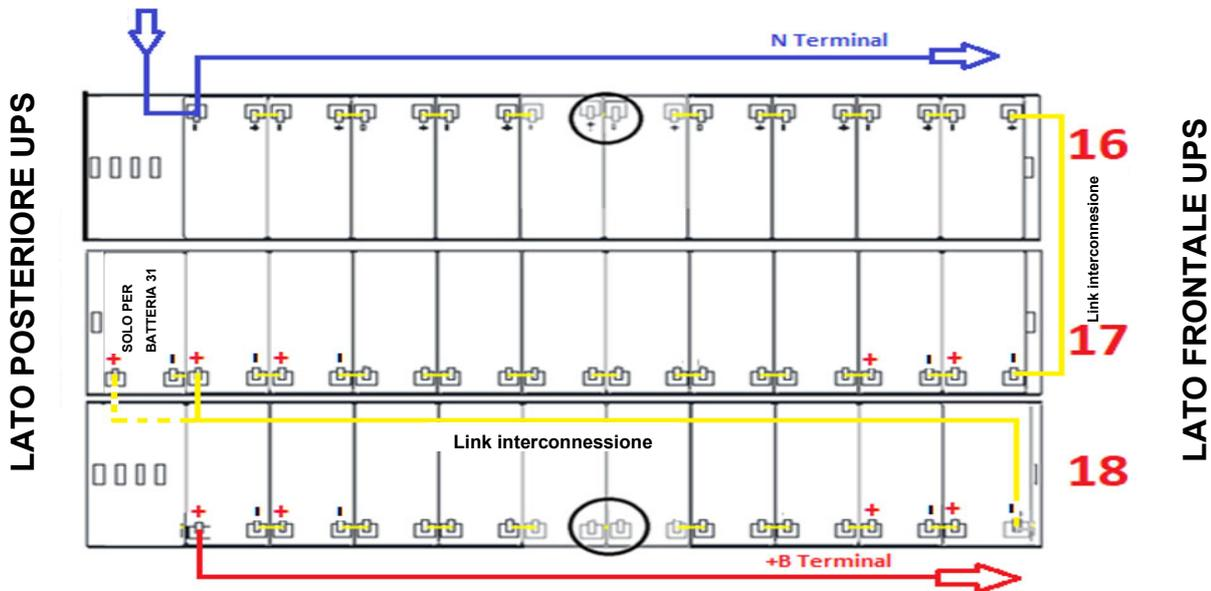

Figura 26 - Vista dall'alto piano N°6 con connessioni batterie
17) Inserire il cassetto n°18 rimuovendo il ponticello cerchiato e inserendo i ponticelli come mostrato nella figura 26.